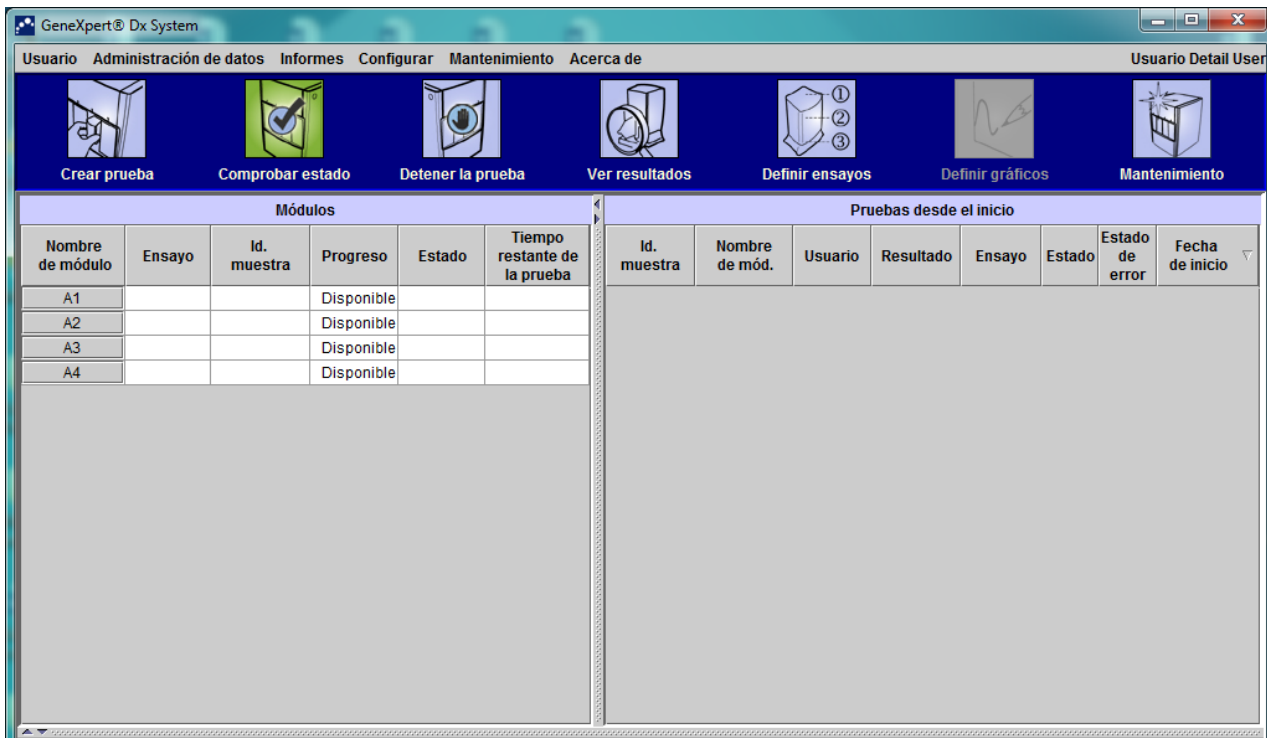

Figura 5-113. Pantalla de inicio del GeneXpert Dx
1. En la pantalla de inicio del sistema GeneXpert Dx, seleccione el botón **Create Test (Crear prueba)**. Consulte la figura 5-113.